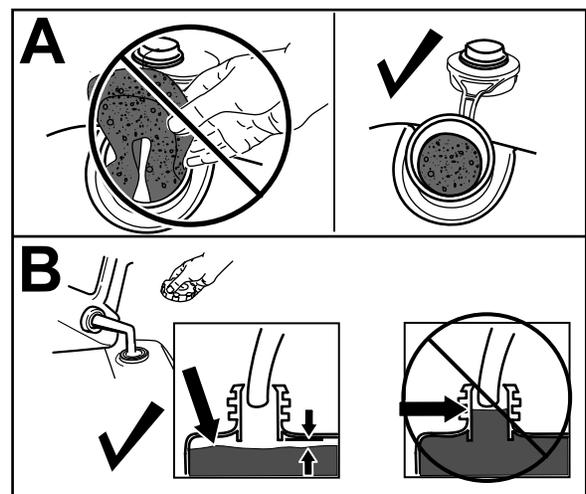

Figure 10
**Important:** Cette machine est équipée d'un réservoir de supercarburant comprenant un insert en mousse pour éviter l'agitation du carburant. Ne retirez jamais l'élément en mousse car il permet au moteur d'utiliser l'intégralité du carburant dans le réservoir (A de Figure 10).
**Remarque:** Ne remplissez pas le réservoir de carburant au-dessus du bas du goulot du réservoir (B de Figure 10).